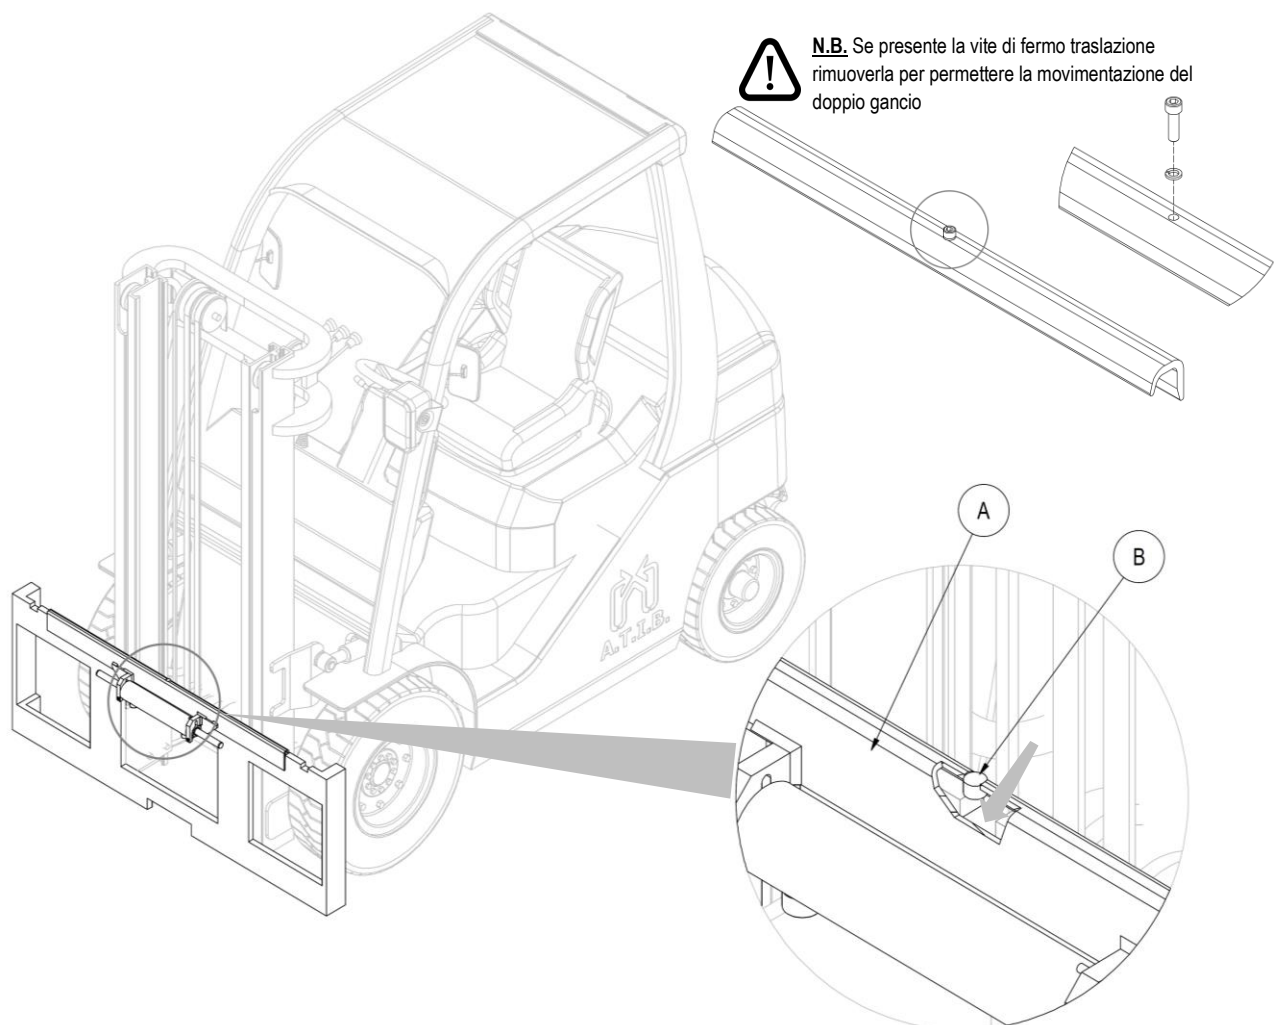

Figura 3
4. Prendere manualmente il doppio gancio **A** (con il relativo cilindro) e posizionarlo sul profilo superiore della piastra porta forche, avendo cura di incastrare il perno di centraggio **B** nella tacca centrale della stessa (vedi *Figura 3*).